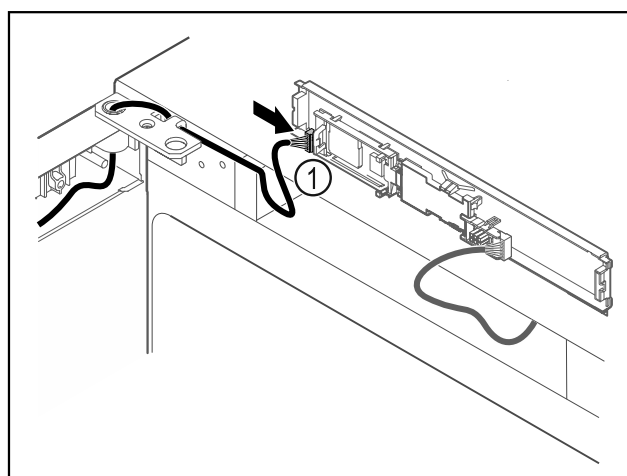

Fig. 64
- ▶ Wtyczkę Fig. 64 (1) należy podłączyć do płytki drukowanej.